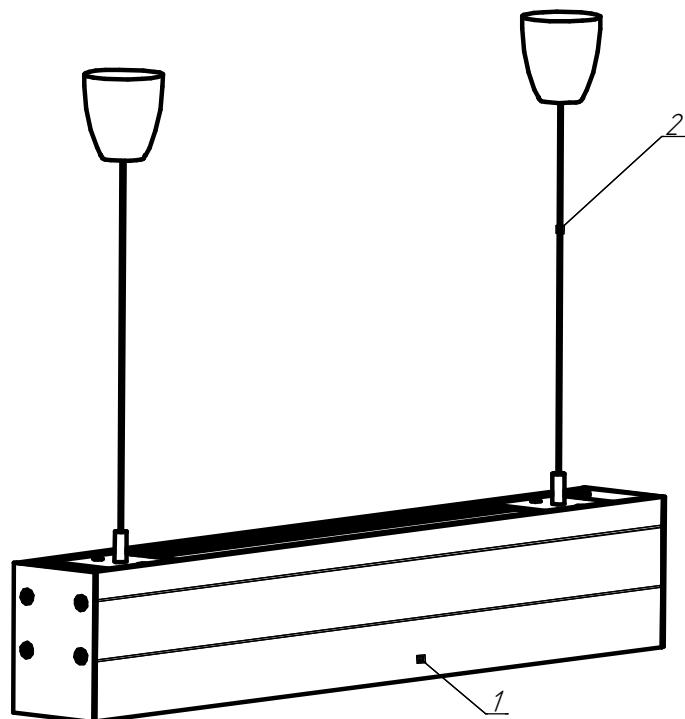

Рисунок 2 - Схема подвеса светильников
**5.4 Установка светильника на тросовый подвес (см. рисунок 2) :**